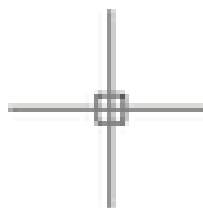

Рисунок 13 – Перекрестье
**Курсор или Перекрестье** (рис. 13) (в литературе и во всех источниках информации именно так звучит) можно так же настроить по своему вкусу.